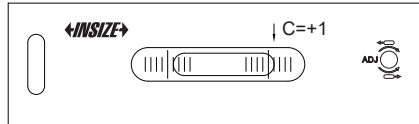

Abb.7
- Nachdem sich die Blase nicht mehr bewegt, lesen Sie C auf der Waage (Abb. 7).